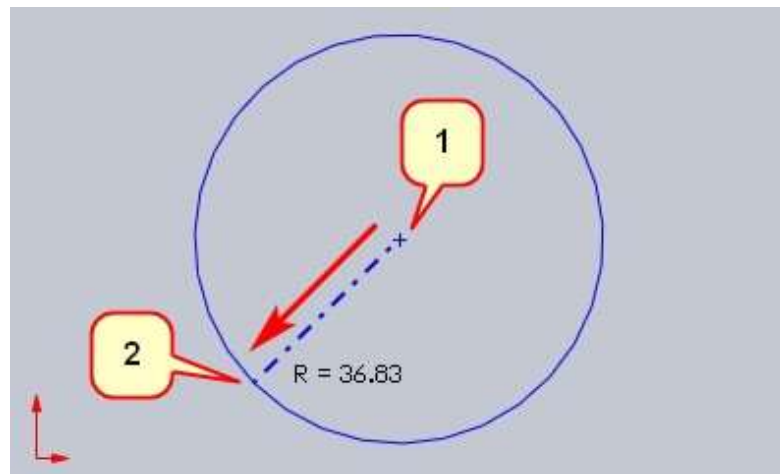

Рисунок 2.16
Інструмент (Circle) використовується для того, щоб побудувати коло, визначивши її центр (1) і другу точку (2) на колі (рис. 2.16).